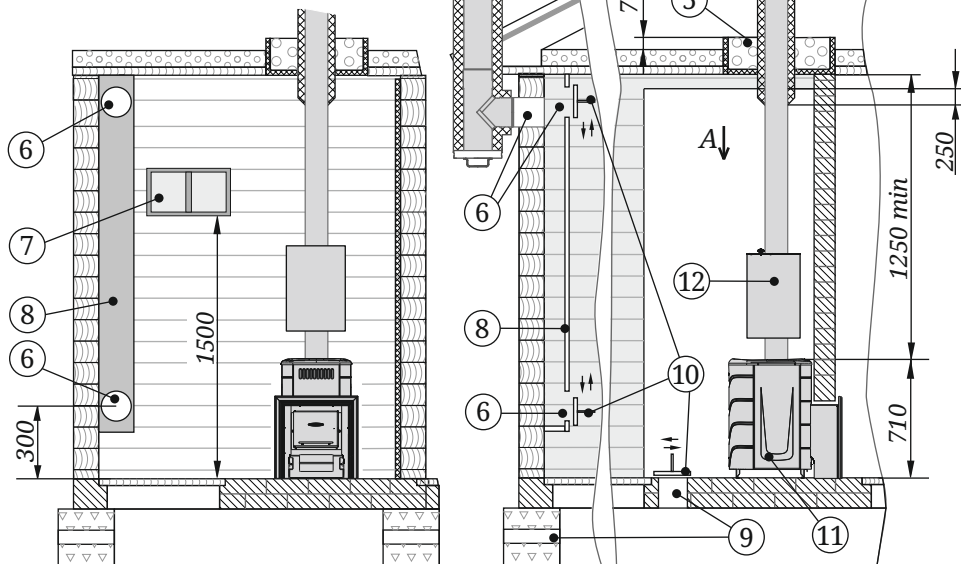

Рисунок 4. Схема монтажа печи
- пол из горючих и трудногорючих материалов перед дверцей топки застелить металлическим листом размером 700×500 мм (рисунок 4).
Для обеспечения хорошего воздухообмена, вентиляции и обеспечения оптимальных кондиций русской паровой бани, в парной необходимо организовать приточно-вытяжную вентиляцию (см. рисунок 4).